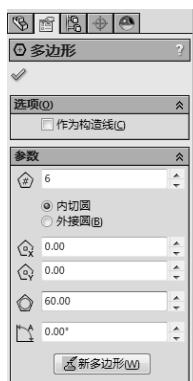

图 2-53 设置多边形属性
- [6] 在多边形操控板中设定属性，边数为“6”、圆直径为“60.00”、角度为“0.00°”，如图 2-53 所示。